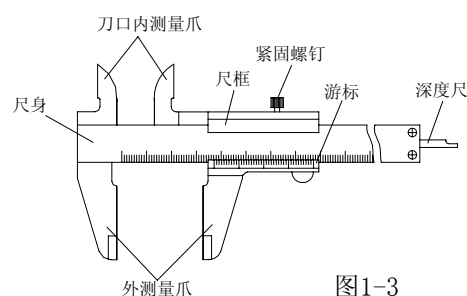

图1-3
3.三用卡尺的内量爪带刀口形，用于测量内尺寸；外量爪带平面和刀口形的测量面，用于测量外尺寸；尺身背面带有深度尺，用于测量深度和高度（图 1-3）。